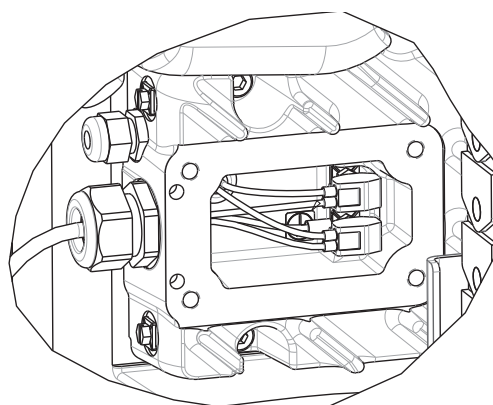

FIG. 38 : Fils dans le boîtier du moteur
- a. Si un système d'alimentation à élévateur unique est utilisé, désactiver l'interrupteur rouge déconnecté (AZ).
- b. Si un système d'alimentation à élévateur en tandem est utilisé, mettre à l'arrêt l'interrupteur rouge débranché (AZ) uniquement sur l'unité d'alimentation à élévateur d'où est extrait le moteur.
4. Déconnecter l'alimentation du moteur (AB).
- a. Retirer le couvercle du boîtier du moteur (HC).
- b. Débrancher les fils qui se trouvent à l'intérieur du boîtier du moteur. Voir la FIG. 38.